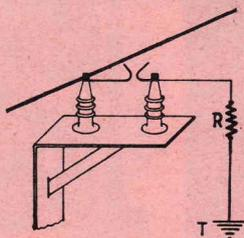

Fig. 4
Il existe un très grand nombre de types de parafoudres industriels. Nous n'allons pas les étudier tous ; nous donnerons simplement quelques indications sur le modèle le plus répandu : le parafoudre à cornes (fig. 4). Il est constitué par deux tiges métalliques en forme de cornes ; l'une est reliée à la ligne à protéger, l'autre est reliée à la terre par l'intermédiaire d'une résistance. L'arc s'amorce pour une tension déterminée aux points les plus proches des cornes, et se déplace vers le sommet sous les actions électrodynamiques et thermiques ; l'arc parvient alors à s'éteindre du fait de son allongement, la tension étant insuffisante à le maintenir. Pendant la durée de l'arc, il se produit un écoulement de l'électricité vers le sol, l'intensité dépendant, entre autres facteurs, de la valeur de la résistance en série. Ces résistances sont du type à liquide, à sable humide, ou en carborandum. Pour le calcul, on peut admettre un courant de 10 à 15 ampères ; mais, avec plus de précision, on tiendra compte de la puissance que peut supporter le parafoudre et de la résistance fictive opposée par le réseau (4). En augmentant la résistance du parafoudre, on diminue la puissance possible de ce dernier, et par conséquent, on diminue aussi son efficacité.
Les parafoudres du modèle de la figure 4 sont très souvent complétés par des bobines dites inductances de protection, placées en série sur la ligne à protéger. La section du fil doit pouvoir supporter l'intensité normale de la ligne. Ces bobines sont destinées à amortir et à étaler les ondes de surtension.